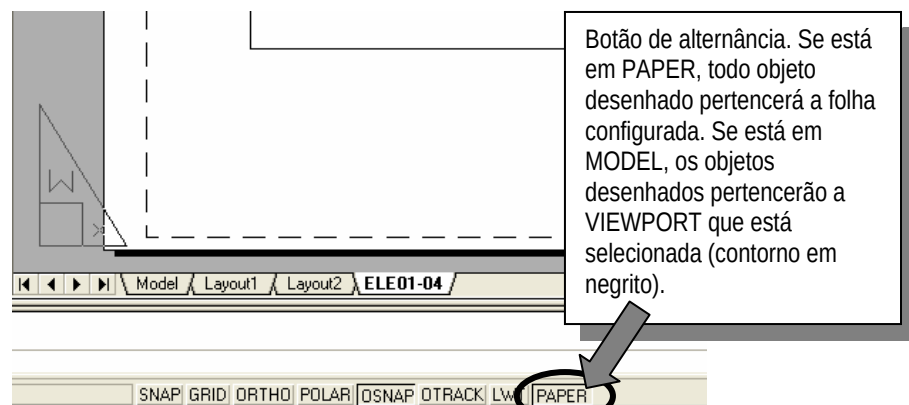

Figura 10.14 – Botão de alternância para desenhar na folha ou dentro da VIEWPORT
6. Para editar, desenhar ou modificar qualquer um dos objetos, deve-se entrar na VIEWPORT correspondente. Para isso, analise a barra de status. Perceba que ela tem um botão de indicação de alternância entre MODEL e o PAPER, conforme mostra a figura 10.14.
Para desenhar o quadro para delimitação da margem e a legenda existem alguns caminhos possíveis. Inicialmente, caso o botão na barra de STATUS (ver figura 10.14) estiver em MODEL, clique sobre ele de forma que o mesmo passe para PAPER. Perceba que as VIEWPORTS não estarão mais habilitadas para edição. Agora você já pode desenhar a margem e a legenda de forma conveniente. Quanto as unidades a serem utilizadas, basta fazer 1 unidade desenho = 1 mm. Assim, para uma folha A3, basta desenhar um retângulo nas coordenadas (0,0) e (297,420). Aconselha-se, após desenhado o quadro e a legenda, que seja criado um bloco para os mesmos. Assim, caso seja necessário criar uma nova prancha, basta inseri-lo na folha como bloco, para e depois explodi-lo e realizar as alterações nos textos da legenda que se julgarem pertinentes.